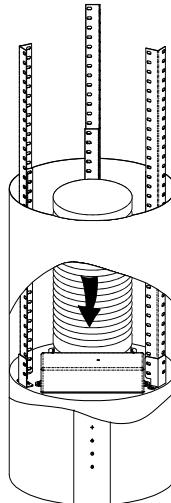

Рис. 5
6. Установите внутренний воздуховод. См. рис. 5.